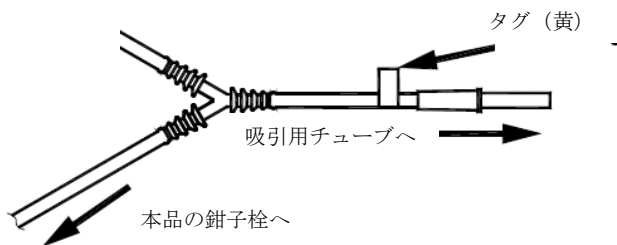

図4A
- (2) 取り外した吸引用チューブに本品の黄色のタグの付いたコネクタ（カプラー付）（図4A）をそのまま取り付ける。